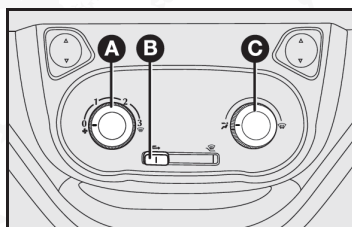

fig. 36
Los difusores C-fig. 36
**CONTROLES - fig. 36**